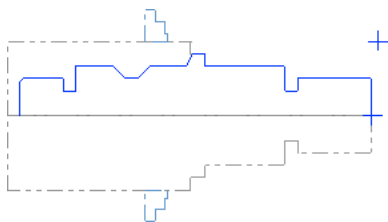

图 19.11 选取图形边线
Step2. 在“车削素材翻转 属性”对话框中的 **图形** 区域中单击 **选择...** 按钮，框选图 19.11 所示的图形边线，然后按 **Enter** 键；在 **毛坯的位置** 区域的 **起始的位置** 文本框中输入 300.0，在 **转换后的位置** 文本框中输入 240.0；在 **最后的位置** 区域的 **D** 文本框中输入 160.0，在 **Z** 文本框中输入 240.0；